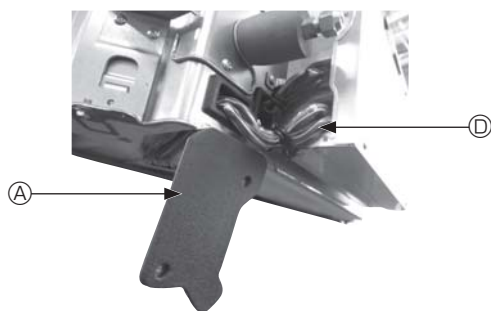

Rys. 4-2
4.1. Jednostka wewnętrzna (rys. 4-1, rys. 4-2, rys. 4-3)